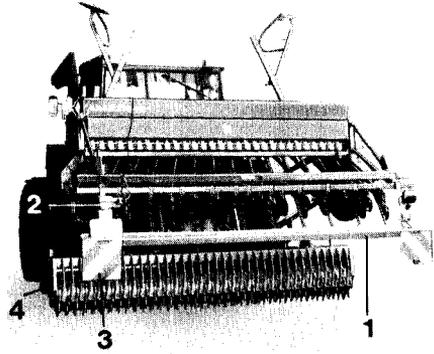

Fig. 34
- Die nach hinten ragenden Zinken des Exaktstriegels müssen mit der Verkehrssicherungsleiste (Fig. 34/1) abgedeckt werden (Sonderzubehör). An dieser Verkehrssicherungsleiste befinden sich ebenfalls Leuchtenträger zum Aufstecken der Beleuchtung (Fig. 34/2) und tiefliegende Rückstrahler (Fig. 34/3), die vom Boden nicht mehr als 900 mm Abstand haben dürfen.
- Der Abstand von Rückleuchtenoberkante (Fig. 34/2) zur Fahrbahn darf dann 1550 mm nicht übersteigen. Der Abstand muß auch eingehalten werden, wenn die Sämaschine in Kombination mit einem AMAZONE-System „Huckepack“ (Fig. 34) eingesetzt wird. Vergessen Sie bitte nicht, die Beleuchtung auf Funktion zu überprüfen.
- Wird die Sämaschine in Kombination mit der Rüttelegge eingesetzt, müssen die Grenzstriegel bzw. Grenzschare (Fig. 34/4) der Rüttelegge in Transportstellung gebracht werden (siehe Betriebsanleitung der Rüttelegge).